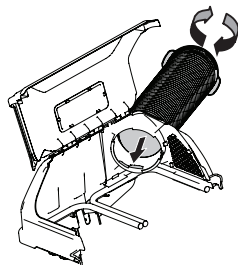

Figure 24
1. Vissez fermement l'extrémité supérieure du tube de goulotte dans le support de la goulotte supérieure. Pour assurer un enfilage sûr, il y a deux languettes sur la partie intérieure du support de la goulotte supérieure. Consultez la Figure 24.